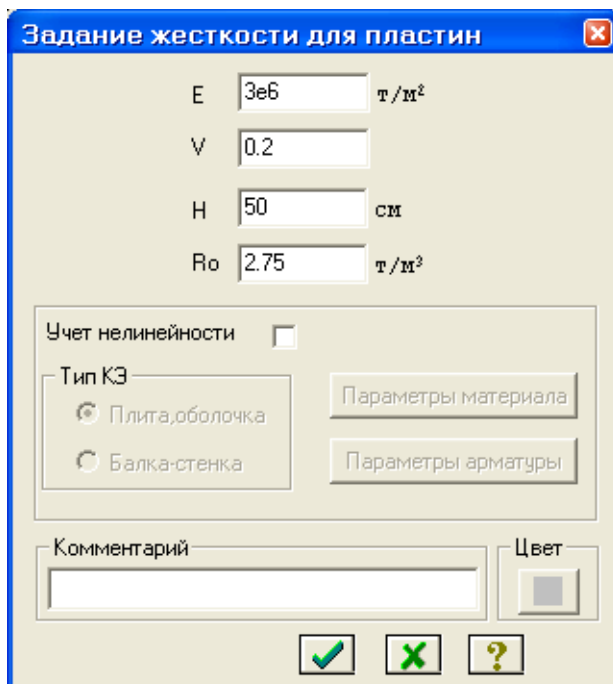

Рис.9.17. Диалоговое окно **Задание жесткости для пластин**
- После этого в диалоговом окне **Задание жесткости для пластин** (рис.9.17) задайте параметры сечения **Пластины** (для фундаментной плиты):